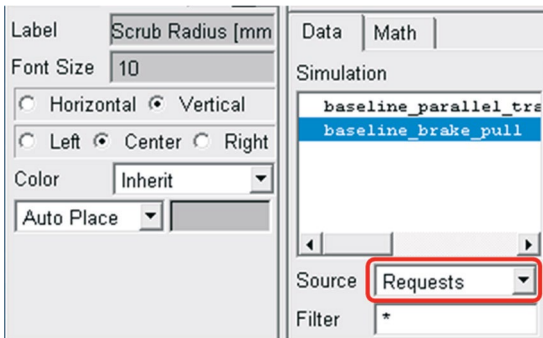

Figura 4.182 – Selecionando os parâmetros do gráfico.
- No campo *Source*, verifique se está selecionada a opção *Requests* (Figura 4.182).